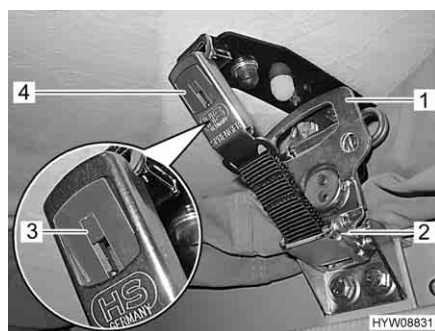

Fig. 42 Bloccaggio
- Tirare verso il basso sui due lati la serratura rapida (Fig. 42,2) e agganciarla nella piastrina di sostegno.
- Ruotare la maniglia (Fig. 42,1) sulla serratura rapida (Fig. 42,2) in senso orario di mezzo giro.
- Chiudere la serratura a scatto (Fig. 42,4) premendo sui due lati.
- Spingere il cursore rosso (Fig. 42,3) in basso premendo sui due lati. In questo modo la serratura a scatto (Fig. 42,4) è assicurata contro l'apertura involontaria.